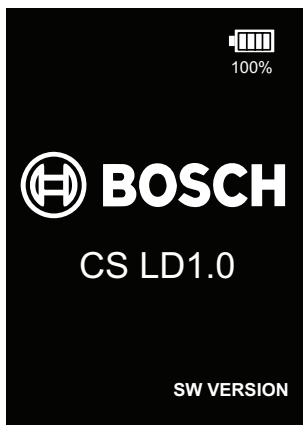

Bild 22: Display vid påslagning
- ! Koppla omedelbart loss laddningskabeln om följande meddelande, se bild 22, visas på displayen. Underlåtenhet att frångått och avbryta laddningen när denna varning visas kan resultera i brand, explosion och allvarliga skador på person eller egendom!